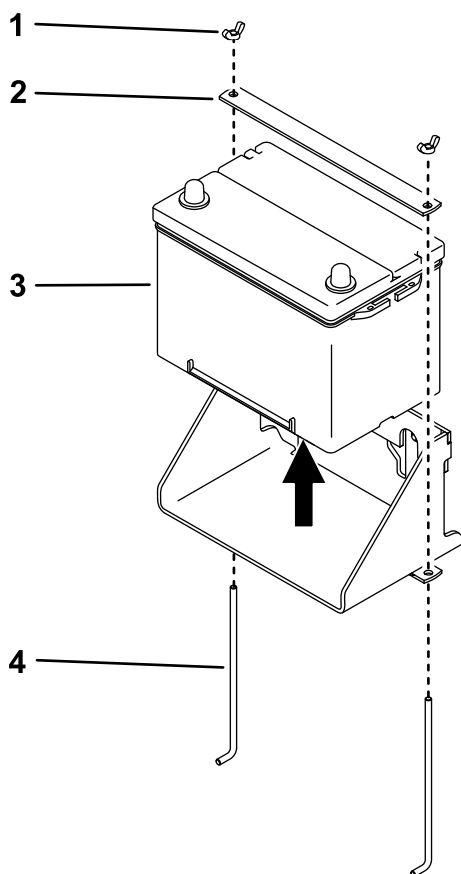

Figura 7
6. Retire y guarde las 2 tuercas de orejeta. Retire y deseche la pletina y las 2 varillas de sujeción (Figura 7).
1. Instale la batería de sustitución con la pletina y las 2 varillas de sujeción del kit, y las 2 tuercas de orejeta que retiró anteriormente, tal y como se muestra en la Figura 7.